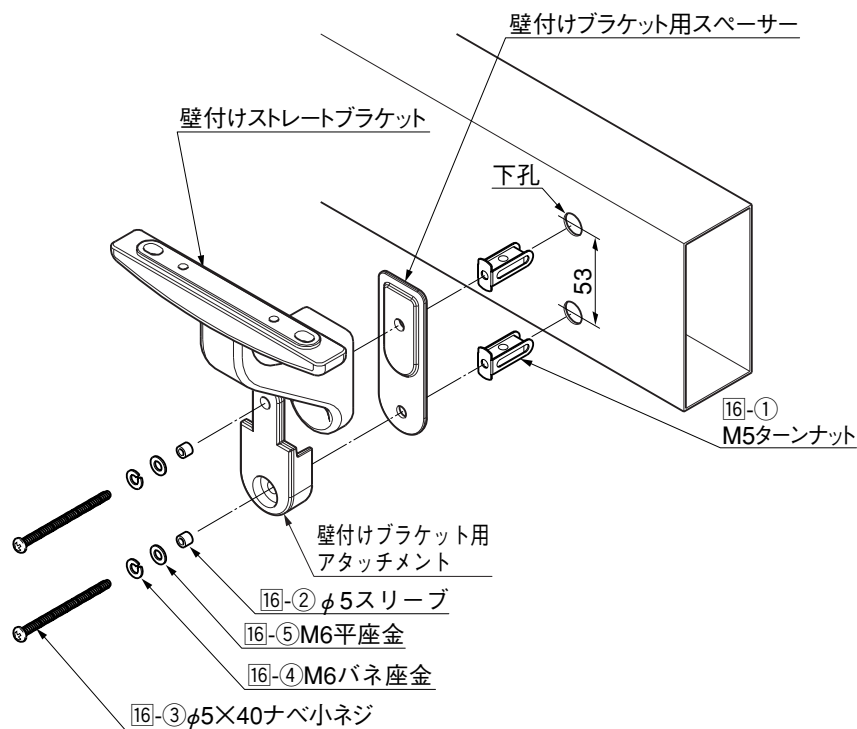

図1-8
- ① 形材取付け面にφ9の下孔をあけて、16-1を挿入してください。(図1-8参照)
- ② 壁付けストレートブラケット・壁付けブラケット用アタッチメントおよび壁付けブラケット用スペーサーを16-1に、16-2、16-5、16-4、16-3で仮止めしてください。(図1-8参照)
- ③ (1)の「壁付け仕様の場合」を参照して、ビームおよび継手を取付けてください。